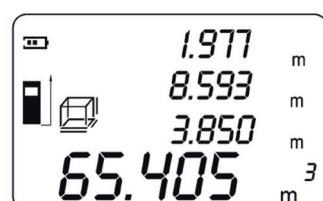

Fig. 14
- Nuovamente premere il tasto "Read" per visualizzare il volume nell'ultima riga in basso sul display; allo stesso tempo l'altezza sarà indicata nella terza riga sul display (fig. 14).